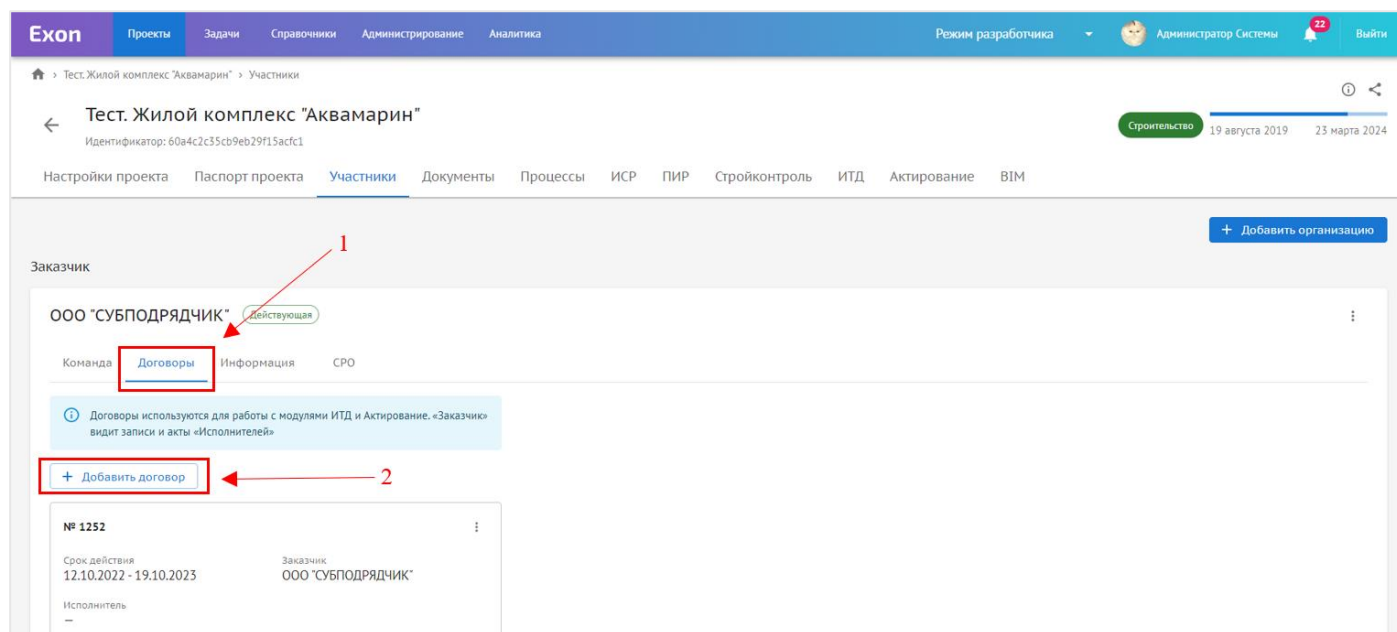

Рис. 31 – Вкладка «Договоры»
руководители проекта и администраторы компании). Для этого необходимо перейти во вкладку «Договоры» (1), которая находится на карточке организации (рис. 31):
1. Нажать на кнопку «+ Добавить договор» (2) (рис.31);